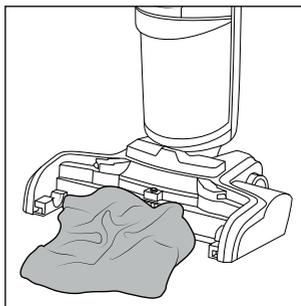

Rys. 34
- ◆ Chwyc uchwyt po lewej stronie wałka szczotkowego **6** i pociągnij go do góry, aby wyjąć wałek szczotkowy z podstawy **3** (patrz rys. 34).